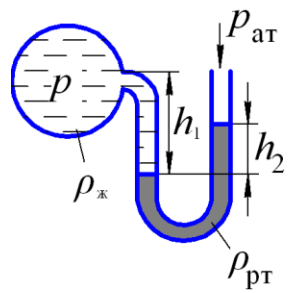

Рисунок 1.23
**Задача 20** (рис. 1.23). Чему равна высота  $h_2$  ртутного манометра, если абсолютное давление жидкости в трубопроводе равно  $p$  и высота столба жидкости  $h_1$ ? Плотность ртути принять равной  $\rho_{рт}=13600$  кг/м3. Исходные данные к задаче приведены в табл. 20.